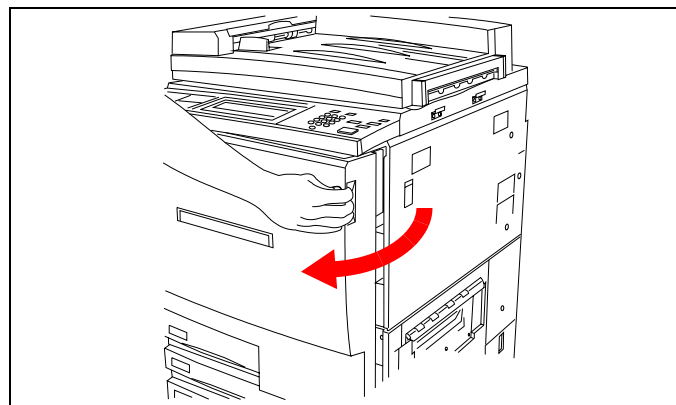
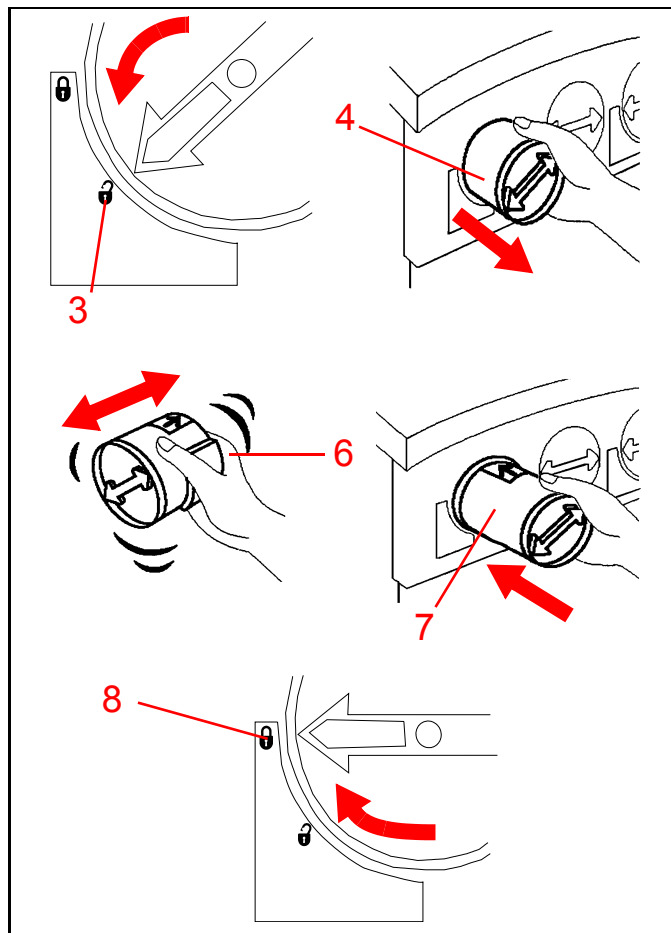

Figure 18
Figure 22
Montrez comment ouvrir la porte avant de l'imprimante. Voir Figure 18.
1. *Figure 22. Ouvrez la porte avant de l'imprimante DocuColor 12. (Voir Figure 18, page 11.)*